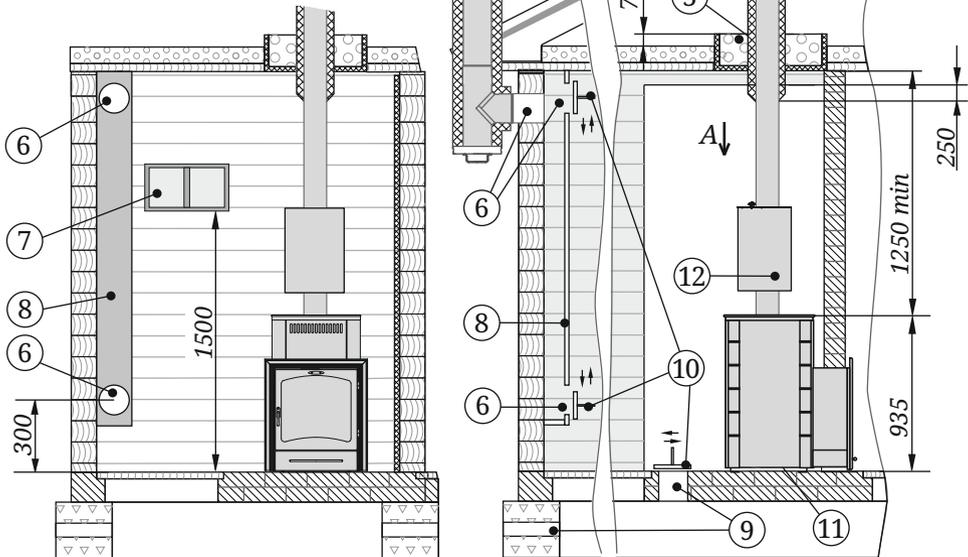

Рисунок 3. Схема монтажа печи
- пол из горючих и трудногорючих материалов перед дверцей топki застелить металлическим листом размером 700×500 мм (рисунок 3).
Для обеспечения хорошего воздухообмена, вентиляции и обеспечения оптимальных кондиций русской паровой бани, в парной необходимо организовать приточно-вытяжную вентиляцию (см. рисунок 3).